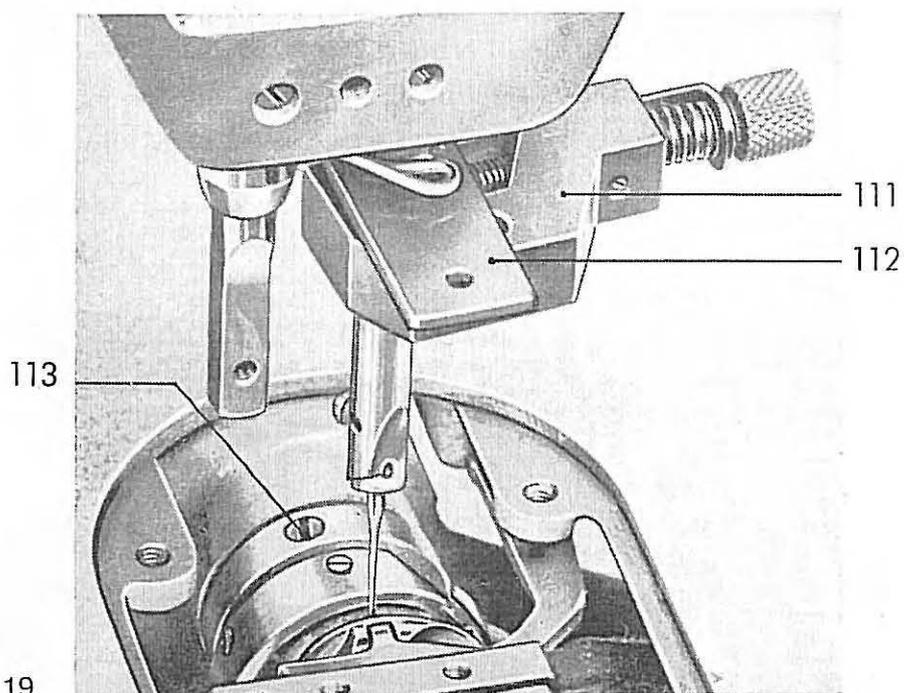

Fig. 19
17.2. **Réglage de la levée de boucle à l'aide de la jauge dans les machines sans jauge de réglage incorporée** (figs. 19 et 20).
2. En tournant le volant **dans le sens de marche**, faire descendre la barre à aiguille jusqu'à ce que la cale de réglage 112 (fig. 19) se laisse glisser entre la douille de la barre à aiguille et le calibre de réglage. C'est dans cette position qu'il faut procéder à tous les réglages expliqués ci-après (chiffres 3 à 9).